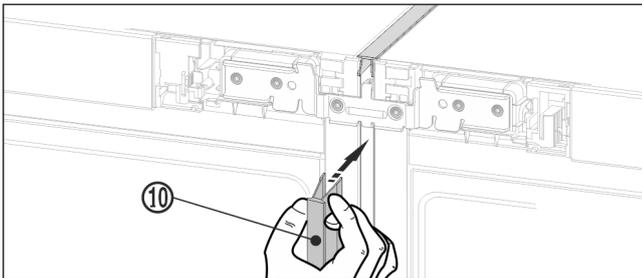

Fig. 21
- ▶ À l'avant, pousser la baguette longue *Fig. 21 (10)* dans la fente verticale. Veiller à ce que la baguette repose sur la tôle de jonction.